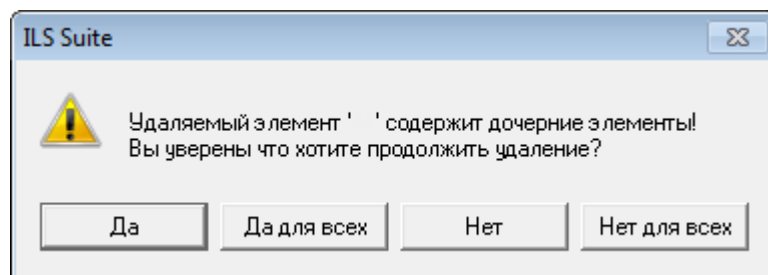

Рис. 9-11 – Сообщение о наличии в разделе вложенных объектов
5) В том случае, если раздел не содержит дочерних элементов (разделов или объектов справочника), он удаляется без вывода информационного сообщения. Если же раздел справочника содержит другие разделы или объекты справочника, об этом сообщается в новом диалоговом окне (рис. 9-11).